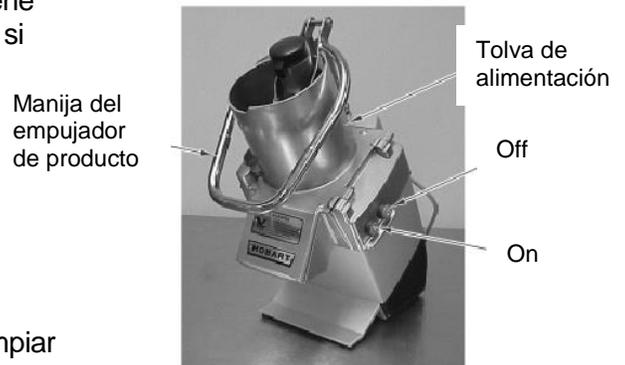

Fig. 6
El empujador de producto presiona los alimentos contra las navajas de los discos. La manija grande del empujador que está alrededor de la tolva controla el empujador (Fig. 6).
El procesador se enciende al presionar el botón ON y se detiene con el botón OFF (Fig. 6). El botón ON debe presionarse sólo si se aprieta el botón OFF o después de conectar el equipo.
4. Mueva el empujador a la derecha y bájelo hacia la tolva (Fig. 6).